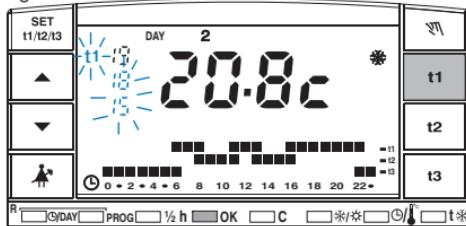

fig. 3
b) Pour fixer uniquement la valeur de température maximale: appuyer sur la touche t1; l'afficheur bloque la valeur de t1, accompagnée par l'indice t1 qui clignote. Appuyer sur la touche OK pour confirmer (fig. 3): le chronothermostat revient au programme de fonctionnement en cours.